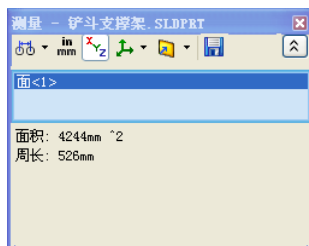

图 8-15 测量面积与周长的“测量-XX”对话框
(4) 测量面积与周长。测量面积与周长主要用来测量实体某一表面的面积与周长。单击图 8-12 所示的面 3，在“测量”对话框中便会显示该面的面积与周长，如图 8-15 所示。